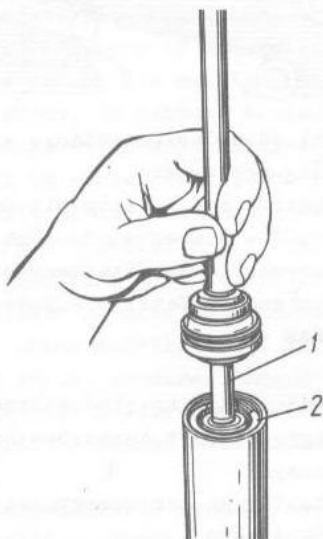
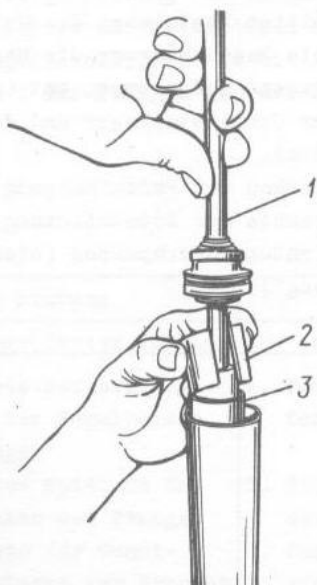

Bild 4-57. Einbringen der Kolbenstange im Satz mit Kolben in Arbeitszylinder:
Bild 4-58. Entfernen des Dorns von Kolbenstange:
- bei Einsatz des Kolbens im Satz mit Stange und mit Ring in Arbeitszylinder Dorn 2 (Bild 4-57) benutzen und danach herausziehen, wie in Bild 4-58 gezeigt ist;